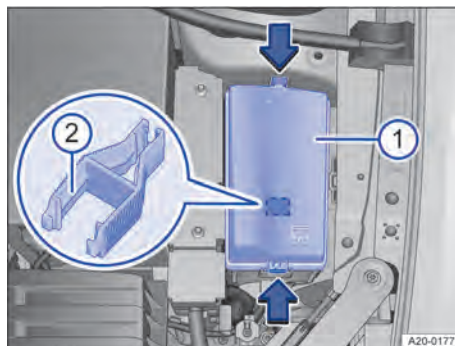

Abb. 196 Im Frontraum: Sicherungskasten mit Kunststoffzange.
- ① Sicherungskasten.
- ② Kunststoffzange.
Im Sicherungskasten kann sich eine Kunststoffzange zum Herausziehen von Sicherungen befinden → Abb. 196 ②.
2. Zum Entriegeln die Verriegelungen in Pfeilrichtung drücken → Abb. 196.
3. Abdeckung nach oben abnehmen → Abb. 196 ①.